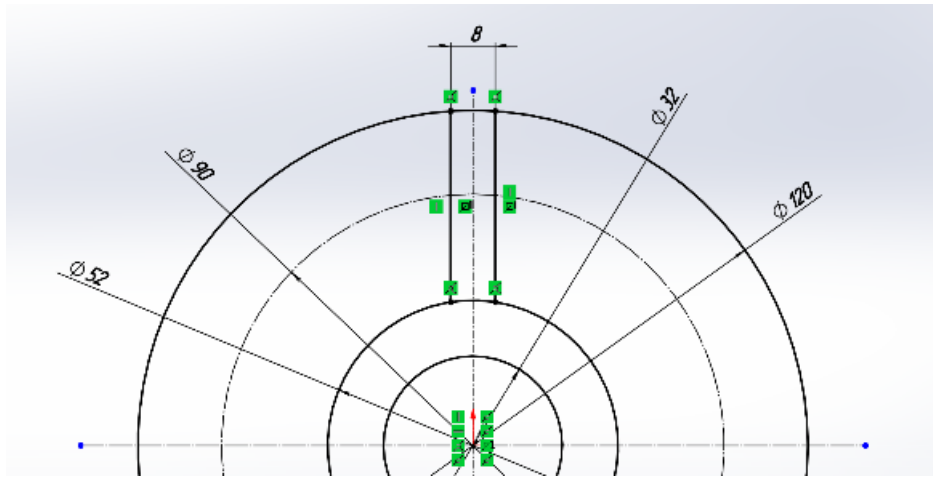

Рисунок 2.8 – Побудова вертикальних відрізків симетрично відносно осі
7. Будуємо дві вертикальні лінії згідно до завдання. Якщо одразу не вдалося побудувати вертикальні лінії, то треба буде ще раз натиснути відповідну лінію й через контекстну панель інструментів (з'явиться праворуч від лінії) обрати взаємозв'язок **Вертикальність** . Накладаємо взаємозв'язок **Симетричність** відносно вертикальної осі симетрії. Для цього потрібно натиснути на перший відрізок, далі затиснути клавішу **Shift** й вказати на другий відрізок і ось симетрії. Активується *Менеджер властивостей* де можна обрати відповідний взаємозв'язок **Симетричність** або через контекстну панель інструментів обрати . Далі підтверджуємо вибір натиснувши кнопку Ок . Програма автоматично розташує відрізки симетрично відносно осі. Проставити розміри (рис. 2.8).